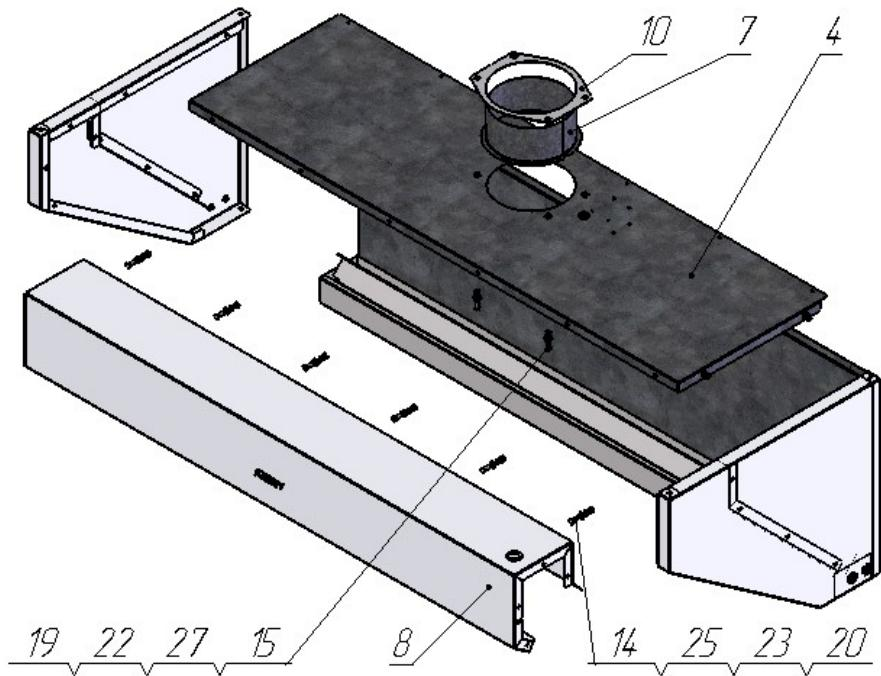

Рис.2
3.5.4. Для зонтов: ЗВН-2/400/1200(1600)(2000) соединить крышку поз. 4 (Рис. 2) с панелью поз. 8 (Рис. 2), закрепить комплектом крепежа поз. 14, поз. 25, поз. 23, поз. 20 (Рис. 2).
3.5.7. Для зонта ЗВН-2/400/1200(1600)(2000) установить каркас зонта в вертикальное положение (на одну из боковин). Фиксатор поз. 10 (Рис. 2) надеть на патрубок выходной поз. 7 (Рис. 2) и
соединить с каркасом зонта комплектом крепежа поз. 15, поз. 27, поз. 22, поз. 19 (Рис. 2).